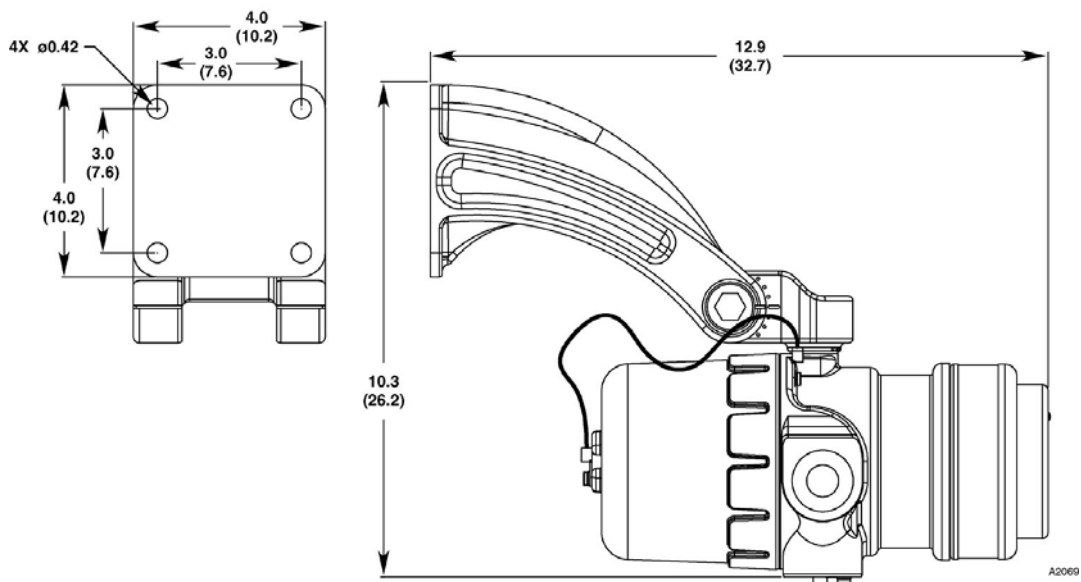

Рисунок 3 – Габаритные размеры извещателя с монтажным кронштейном Q9033B в дюймах (см).
1. Укрепить монтажный кронштейн Q9033B на стене. Монтажная поверхность не должна испытывать вибрацию и должна быть пригодной для использования крепёжных болтов М6 длиной минимум 25 мм. На рис. 3 показаны извещатель с кронштейном Q9033B и их установочные размеры.